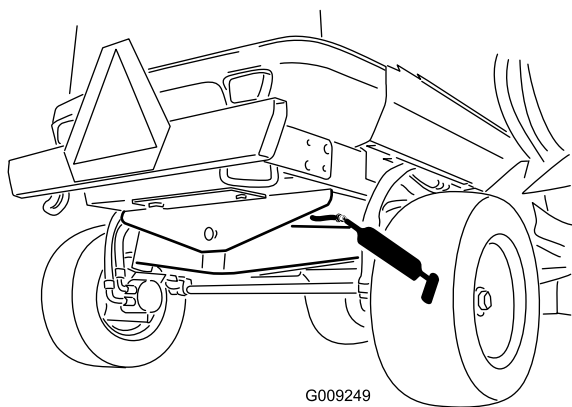

図 52
- ・ 後アクスルピボットのブッシュ (1ヶ所) (図 52)